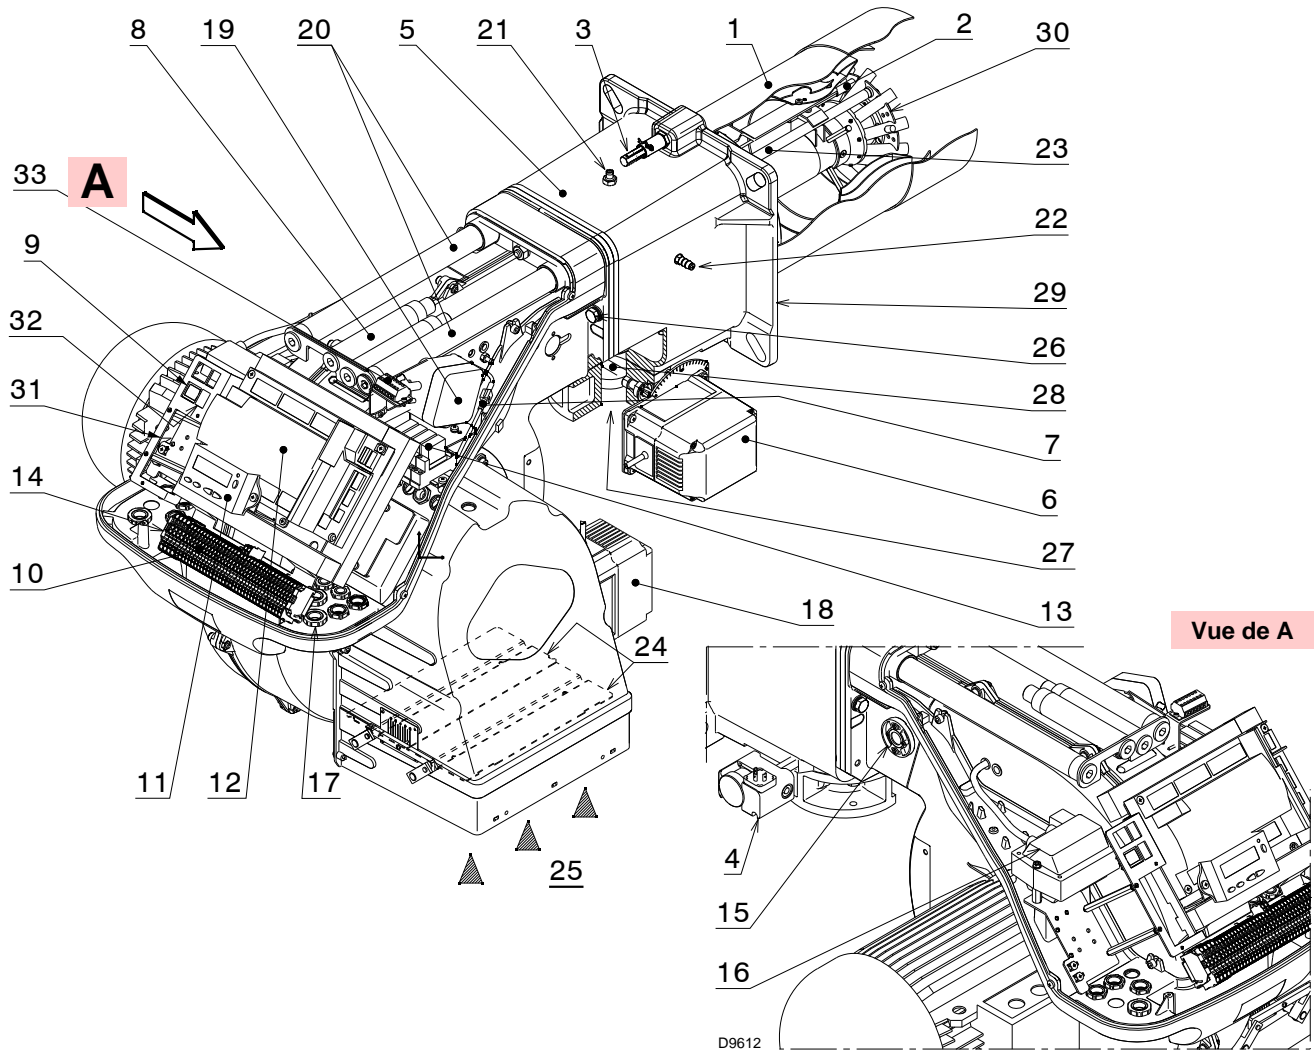

Fig. 5
(1) Conditions de référence: Température ambiante 20 °C - Température du gaz 15 °C - Pression barométrique 1013 mbar - Altitude 0 m au-dessus du niveau de la mer.
(2) Pression à la prise 5 (Fig. 5) avec pression zéro dans la chambre de combustion et à la puissance maximale du brûleur.
(3) Essais d'émissions sonores effectués selon la directive EN 15036-1 avec une précision de mesure $\delta = \pm 1,5$ dB, dans le laboratoire de combustion du constructeur avec un brûleur fonctionnant sur une chaudière d'essai à la puissance maximale.